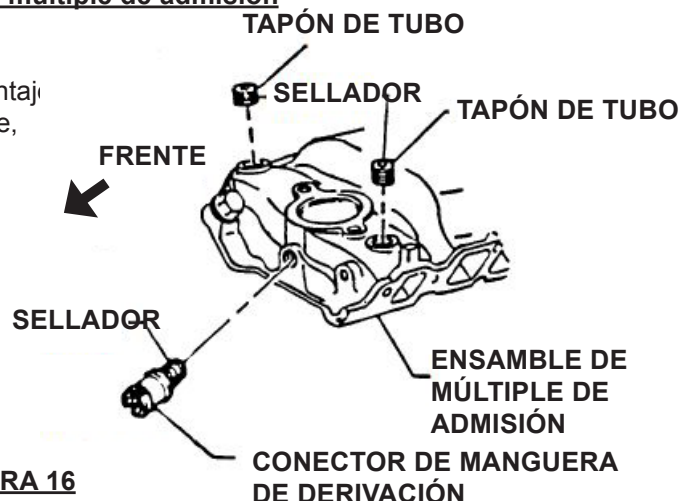

FIGURA 16
2. Use sellador de rosca en todas las rosas que entren en refrigerante, aceite o pasajes de puerto. Vea la Figura 16.